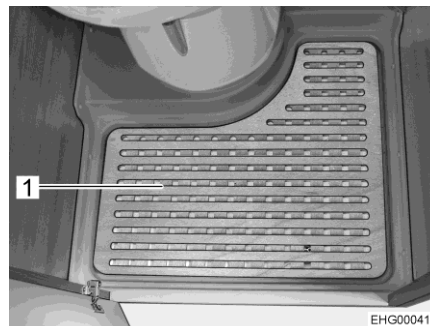

Fig. 94 Piastra del pavimento rimovibile
- Rimuovere la piastra del pavimento (Fig. 94,1) per utilizzare la doccia.